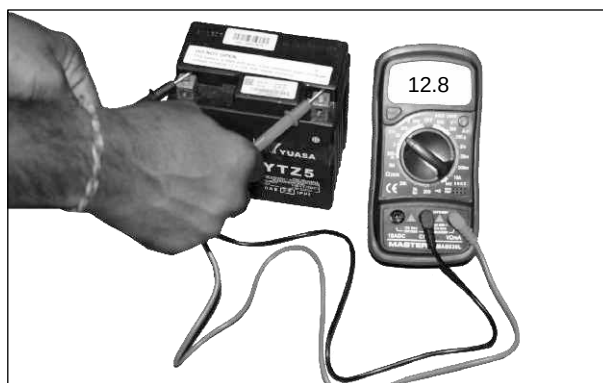

Fig. 2.63
- Mida el voltaje de la batería con un multímetro. (Fig. 2.63)